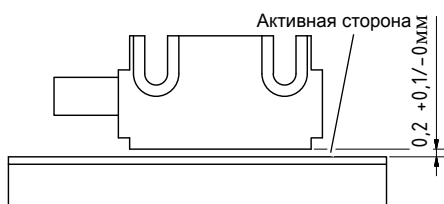

Рис.2-6: Расстояние магнитный сенсор / магнитная лента
- Обратите особое внимание при установке на расстояние между магнитным датчиком и магнитной лентой, оно должно быть одинаковым на всей длине.(+ Рис.2-6 до + Рис.2-8)
- Расстояние между магнитной лентой и магнитным датчиком не одинаково на протяжении магнитной ленты(+ Рис.2-6).